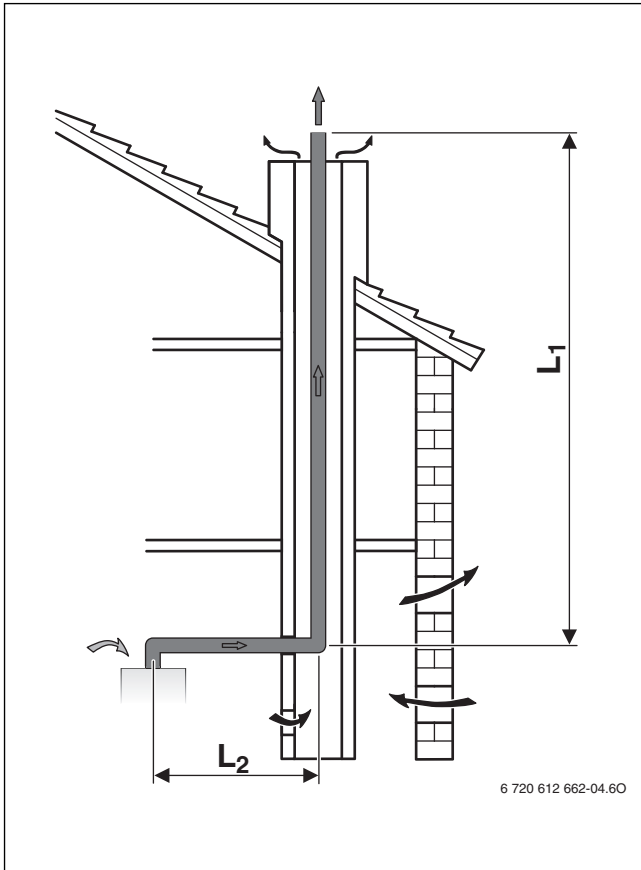

Рис. 7 Дымовая труба в шахте по В23
- Если труба отвода дымовых газов проложена в вентилируемой шахте (→ рис. 7, 8 и 10), то чистка шахты не требуется.